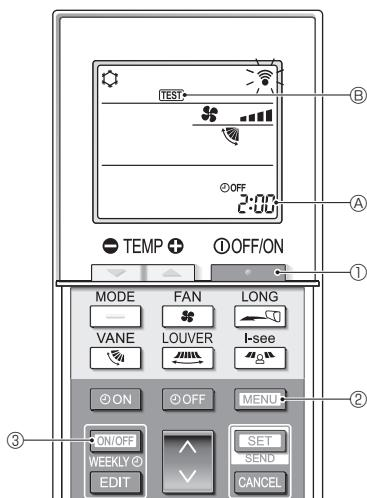

Fig. 7-5
7.2.2. Utilisation de la télécommande sans fil (Fig. 7-5)
- Appuyez sur le bouton ① pour arrêter le climatiseur.
- Si la minuterie hebdomadaire est activée (WEEKLY est affiché), appuyez sur le bouton ON/OFF WEEKLY ③ pour la désactiver (WEEKLY disparaît).
- Appuyez sur le bouton MENU ② pendant 5 secondes.
- Appuyez sur le bouton MENU ②.
- TEST ④ s'allume et l'appareil entre en mode essai de fonctionnement.